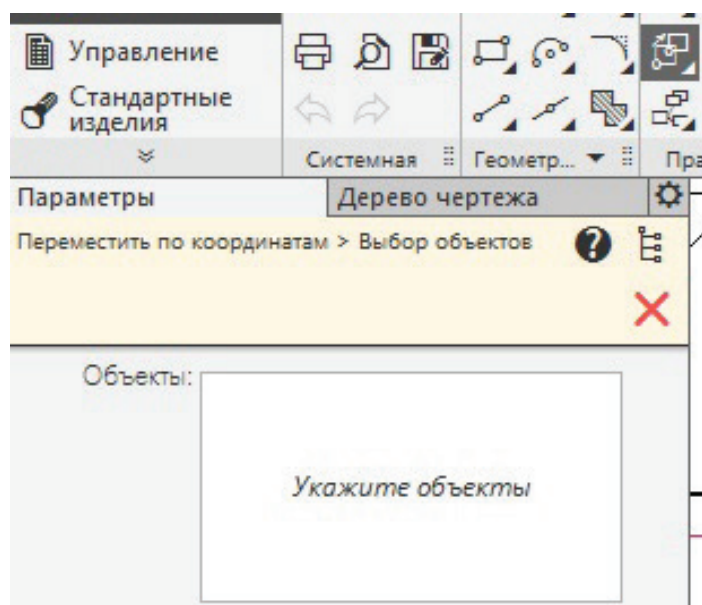
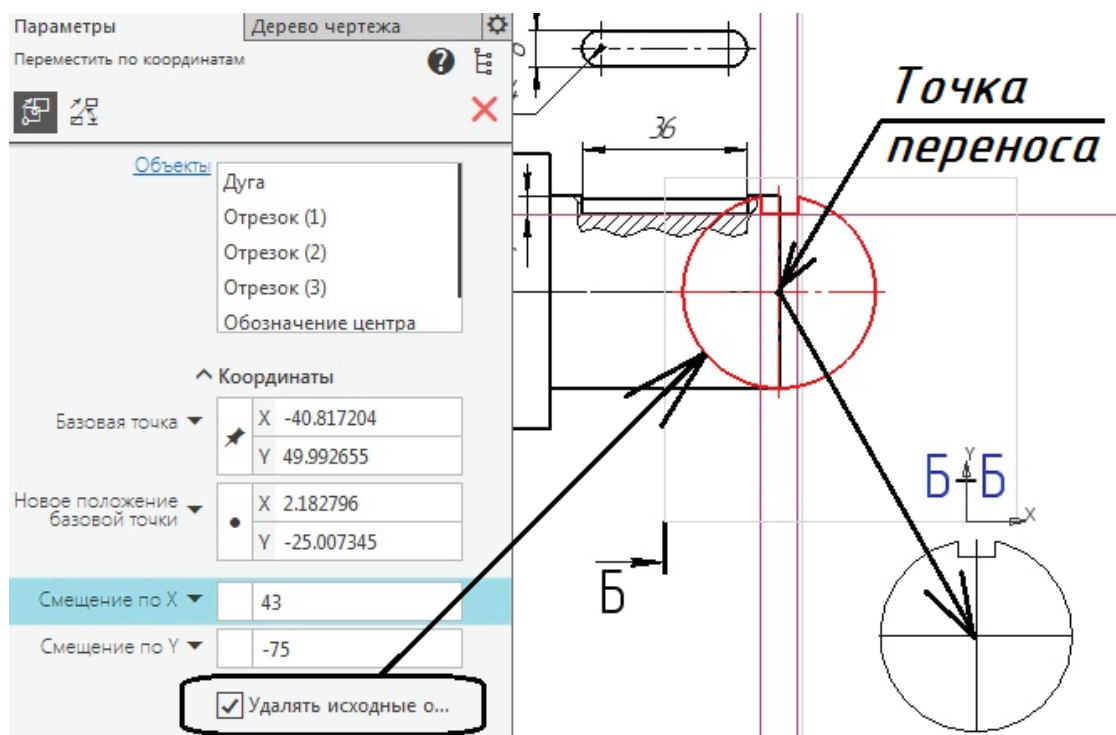

Рис. 69. Панель Правка. Переместить по координатам
Рис. 70. Перенос объектов в новое положение
Для перемещения построенного сечения → панель Правка (рис. 69) → колесиком вниз уменьшим изображение, чтобы были видны буквы Б-Б → Переместить по координатам (рис. 69) → Объекты (указать ЛКМ построенный паз, при этом объекты подсвечиваются красным цветом) на панели управления перечисляются выбранные → Удалить исходные объекты → согласиться с выбором установок → Создать объект → указать ЛКМ точку центра перемещения на оси вала → ЛКМ показать точку вставки на месте сечения Б-Б → Закрыть (рис. 70).
Посмотрите внимательно, какие объекты были выбраны вами для переноса. Обязательным является Обозначение центра — это оси симметрии вала, относительно которых был построен шпоночный паз (рис. 70).
Удалим ненужные вспомогательные построения (см. рис. 70) или переместим их на другой слой. Выполним штриховку сечения такими же параметрами, как на других видах и сечениях.
*Местным видом* называется изображение узко ограниченного места на поверхности детали, в соответствии с ГОСТ 2.305–2008. Такие виды применяются в тех случаях, когда нет необходимости показывать всю деталь целиком. Например, местный вид для шпоночного паза (см. рис. 70) был выполнен в проекционной связи и не обозначен направлением взгляда. В тех случаях, когда местный вид располагается на свободном поле чертежа, он обозначается и может быть ограничен линией обрыва детали, которая изображается тонкой волнистой линией чертежа.